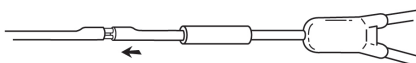

Fig. 5
5. Deslizar las cánulas metálicas pequeña y grande dentro de las luces del catéter hasta que el extremo del catéter de recambio esté a unos 3 mm del extremo del catéter (Fig. 5).